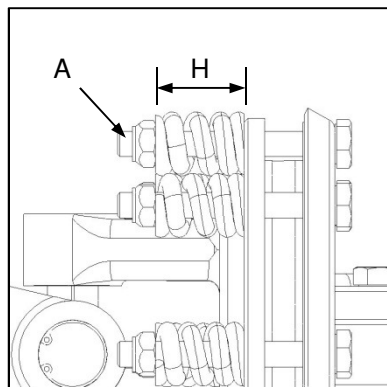

Fig. 4
- ➔ Release the pre-load on the friction clutch plates by loosening the nuts (Fig. 4-A) until the compression spring is just free to rotate by hand. Do not remove the nuts completely.
Following any maintenance or repair of the PTO friction clutch assembly the pre-load on the friction clutch plates must be adjusted to factory specifications. This is accomplished by adjusting the nuts (Fig. 4-A) to set the compressed spring length (Fig. 4-H).
- ➔ Ontspan die voorlas op die wrywingkoppelaarplate deur die moere los te draai (Fig. 4-A) totdat die drukveer net vry genoeg is om met die hand te draai. Moet die moere nie heeltemal verwyder nie.
Na instandhouding of herstel van die kragaftakkeraswrywingkoppelaarmontering moet die voorlas op die koppelaarplate volgens fabriekspesifikasies verstel word. Dit word gedoen deur verstelling van die moere (Fig. 4-A) om die saamgeperste veer se lengte te stel (Fig. 4-H).